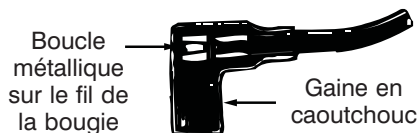

FIGURE 4
- Branchez le fil de la bougie. Vérifiez que la boucle métallique, au bout du fil de la bougie (dans la gaine en caoutchouc), est bien attachée à l'embout métallique de la bougie. Voir la Figure 4.